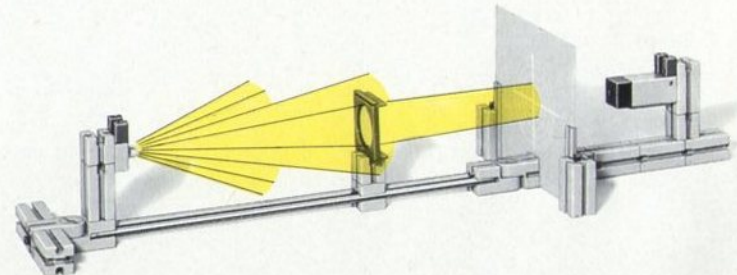

fig. 37.2
**Optische bank** We bouwen daarvoor het model van fig. 37.2. Tussen de kogellamp en de fotoweerstand staat een lens. Neem daarvoor de lens met nummer 2. Het is de dunste van de twee uit de doos. Onze proefopstelling is een model van de optische bank. De drie verschillende onderdelen staan precies in de optische as van het systeem. Lens en fotoweerstand zijn langs de optische as te verschuiven. De cel wordt op „E“ en „-“ aangesloten van de relais bouwsteen. Over  $a_1$ - $a_3$  schakelen we een signaallamp op de ft-netvoedingsapparaat.